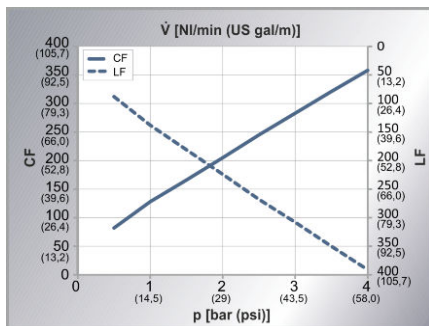

Fig. 5: Curva de características
- Consumo de aire: véase curva característica Fig. 5